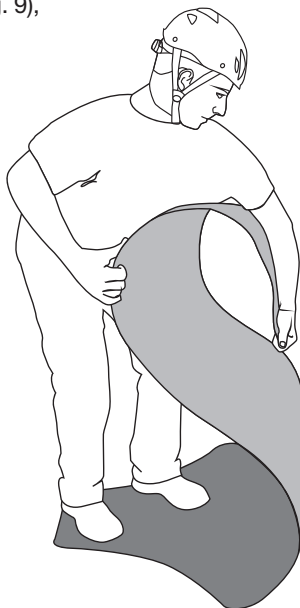

Fig.9
- Togliere il telo **"ROLLY"** dalla sacca di trasporto (O) e rimuovere la fettuccia con cricchetto (N),
- distendere il piano d'appoggio (A) e renderlo piatto riavvolgendo al contrario le estremità e piegando la parte centrale (fig. 9),